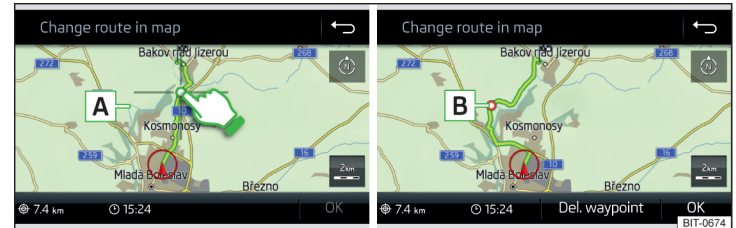

Abb. 243 Routenänderung in der Karte / Routendurchfahrtspunkt
- › Den Bildschirm im Routenbereich berühren und den Kreuzpunkt auf die gewünschte Stelle in der Karte (z. B. **A** » *Abb. 243*) verschieben.
Der Durchfahrtspunkt **B** » *Abb. 243* wird in die Route eingefügt.